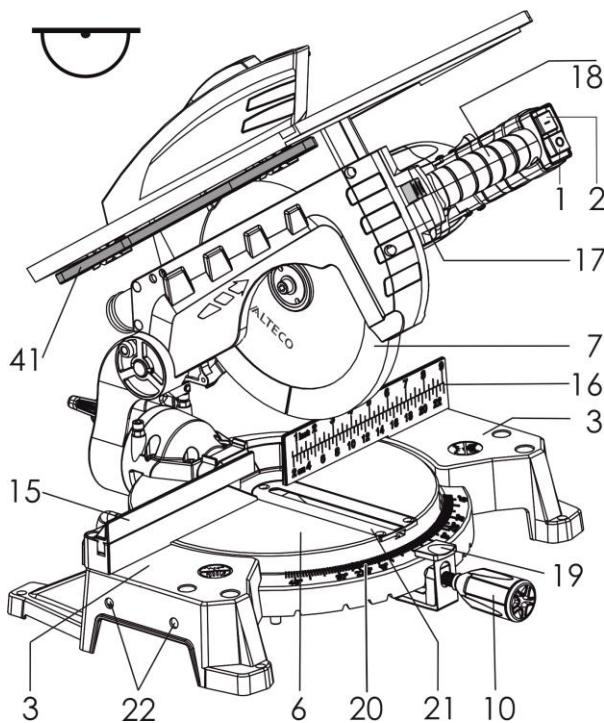

Рис.3
**На рисунках 1,2 показан внешний вид\* модели ALTECO CMS 1508 в режиме "Настольной пилы". На рис.3 – в режиме "Торцовочной пилы".**